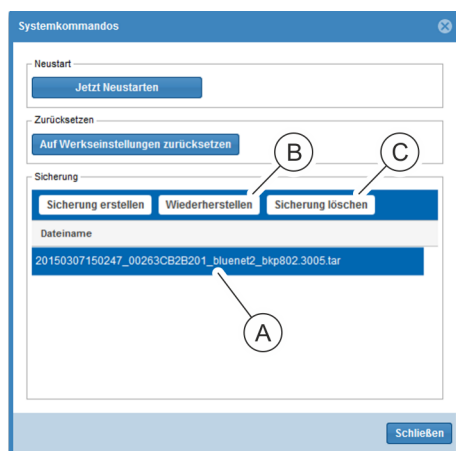

Abb. 191: Fenster "Systemkommandos"
3. ➤ Im Feld "Dateiname" eine Sicherung auswählen (Abb. 191/Ⓐ) und über die Schaltfläche „*Wiederherstellen*“ gespeicherte Sicherung wiederherstellen (Abb. 191/Ⓑ).
Über die Schaltfläche „*Sicherung löschen*“ (Abb. 191/Ⓒ) lässt sich eine ausgewählte Sicherung löschen.